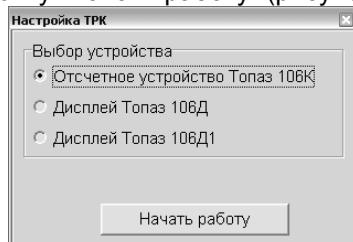

Рисунок 1
- б) в появившемся окне выбрать "Отсчетное устройство Топаз 106К" и нажать кнопку "Начать работу" (рисунок 1);